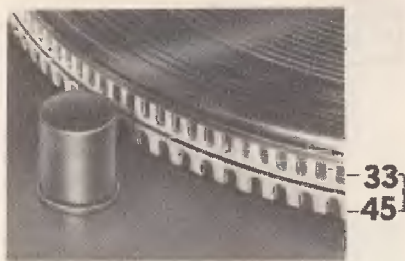

Рис. 4. Стробоскопические метки на диске ЭПУ
- наблюдая стробоскопические метки, нанесенные на диске (рис. 4), в месте освещения неоновой лампочки 7 при помощи ручки 3 (рис. 1) подстройки частоты вращения диска добейтесь состояния, когда метки будут казаться неподвижными.